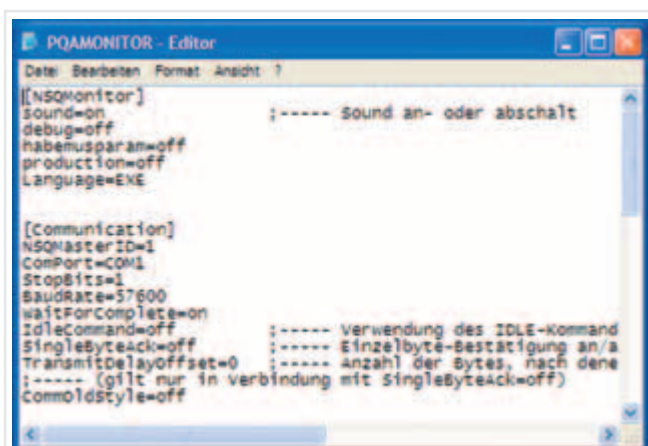

Bild 31 Änderung der Spracheinstellung in der PQAMonitor.ini
- Im geöffneten Fenster „PQAMonitor.ini - Editor“ (Bild 31) ist die Zeile „Language = ...“ entsprechend zu ändern in: